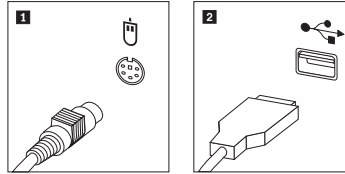

Figura 35. Sustitución del ratón
3. Localice el conector del ratón. Consulte la Figura 35 y el apartado “Ubicación de los controles y conectores en la parte frontal del sistema” en la página 5 o “Ubicación de los conectores en la parte posterior del sistema” en la página 6.